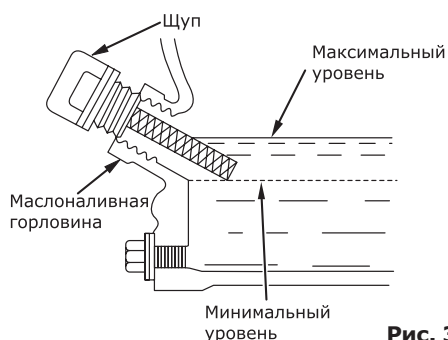

Рис. 3
- отверните и извлеките масляный щуп, проверьте уровень масла, медленно долейте масло до нужного уровня по меткам на щупе или краю маслосливной горловины (рис. 3);